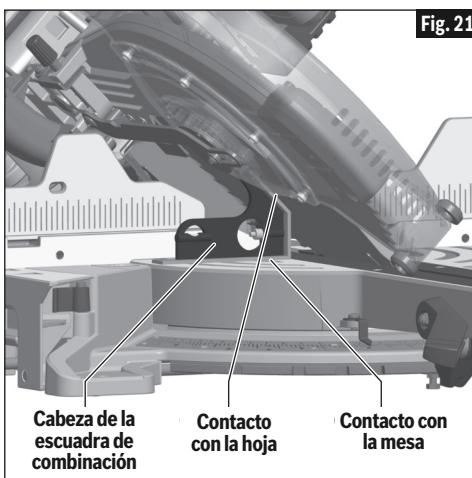

Fig. 21
- Utilice una escuadra de combinación para comprobar si la hoja está a 45° respecto a la mesa. Retire la hoja de la regla de la escuadra de combinación. Coloque solamente la cabeza de la escuadra de combinación sobre en la mesa de la sierra con su lado plano largo descansando sobre la mesa y su lado de 45° contra la hoja inclinada (vea la Fig. 21).
- Mientras gira el perno “F”, observe cómo la hoja se inclina. Gire el perno “F” hasta que el plato de la hoja de sierra esté en contacto completo con el lado de 45° de la cabeza de la escuadra (vea la Fig. 21).